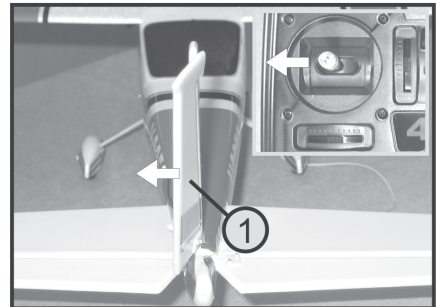

Bild 17b
- Wenn Sie den Seitenruder-Steuerknüppel am Sender nach links drücken, muss das Seitenruder (1) ca. 1,5 cm nach links ausschlagen, siehe Bild 17b.